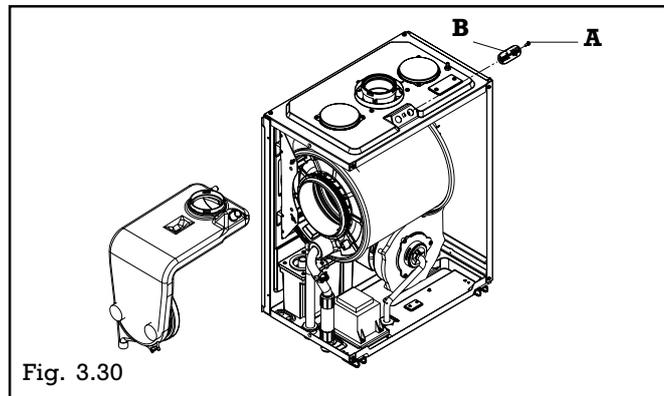

Fig. 3.30
- Démontez la prise de mesure (B) du caisson d'air (vis (A) fig. 3.30)